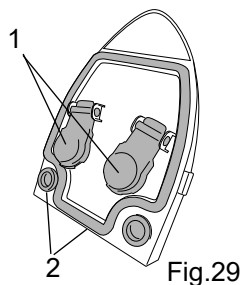
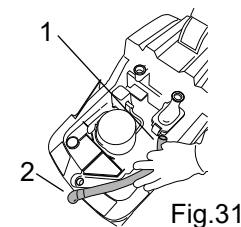

Fig.29
Fig.31
- Drei lokket og kontroller at flottørene kan bevege seg fritt (fig. 29 - ref. 1).
- Rengjør pakningene med en fuktig klut (fig. 29 - ref.2).
- Løsne slangen fra strupeventilen (fig. 31 - ref. 1) og fra den framre sugenalen (fig. 29 - ref. 2).